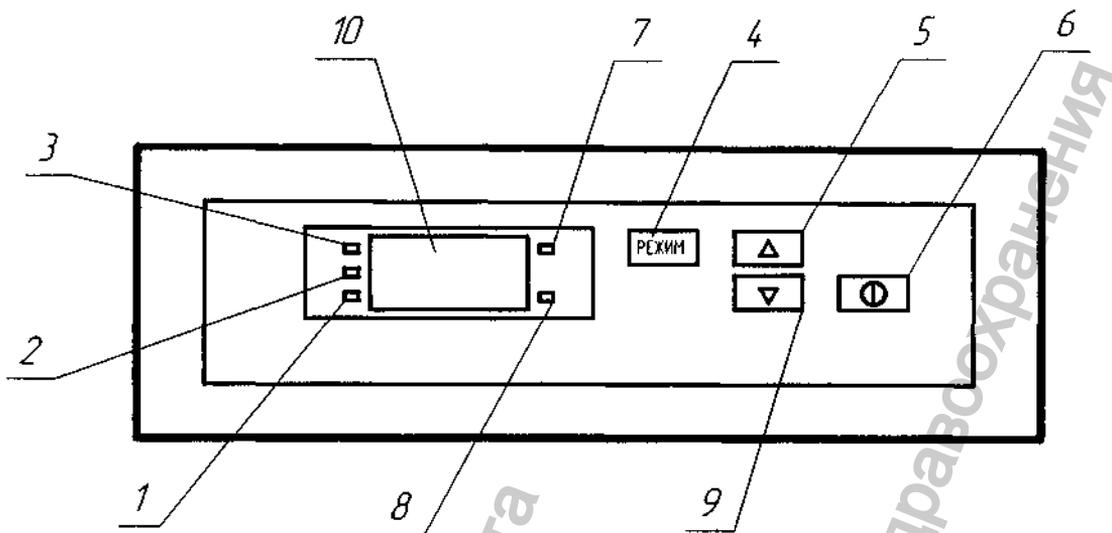
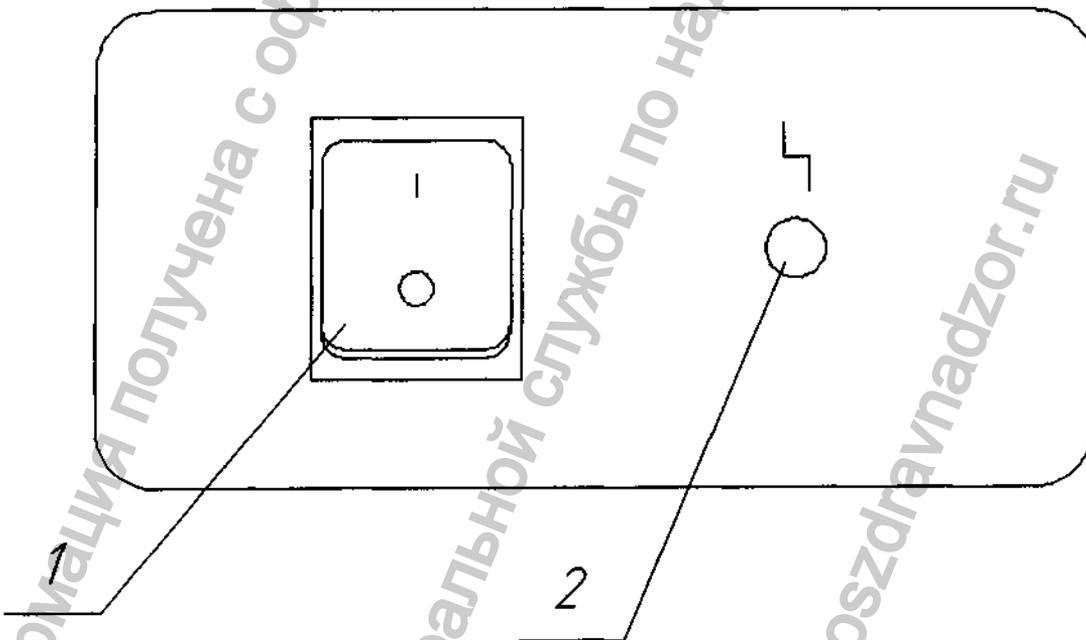

Рисунок 2. Расположение органов управления термостатом на блоке управления
Рисунок 3. Расположение органов управления термостатом на силовой панели.
Блок управления (рис.2) предназначен для автоматического управления процессом термостатирования в термостате.
Силовая панель (рис.3) предназначена для включения и выключения термостата выключателем (поз.1) и индикации аварийного перегрева индикатором (поз.2).
После включения термостата нажатием на клавишу "I" (поз.1, рис. 3), питание подаётся на блок управления и плату процессора. Информационное табло показывает текущую температуру в камере.
Если аварийную ситуацию не устранить вовремя, то при росте температуры до  $85^\circ\text{C}$  сработает датчик-реле температуры, которое отключит напряжение от силовой части термостата и нагрев прекратится. При этом загорится индикатор аварийного выключения термостата (поз. 2, рис. 3). Повторно включить термостат можно только после охлаждения датчика-реле температуры.
2.3.2. Нажать на клавишу "I" (поз.1, рис.3). На блоке управления загорится дисплей информационного табло (поз.10, рис.2), показывающий текущую температуру в рабочей камере.
Нажать на поле "I" (поз.6, рис. 2), при этом включится вентилятор принудительной циркуляции воздуха внутри рабочей камеры. Информационное табло показывает изменение температуры.
2.3.4. При достижении температуры заданного режима включается светодиодный индикатор "ТЕРМОСТАТИРОВАНИЕ" (поз.3, рис. 2), а на информационном табло попеременно отображаются температура в камере и время работы в выбранном режиме. При необходимости процесс можно прервать, нажав на поле "i" (поз.6,рис.2) на блоке управления и удерживая в течение 3 секунд.
2. При аварийном росте температуры до  $+85^{\circ}\text{C}$ , срабатывает датчик-реле температуры, и произойдет автоматическое выключение силовой части термостата. При этом загорится индикатор аварийного выключения термостата (поз. 2, рис.3).
2.3.6. По окончании работы термостат выключить нажатием на клавишу "O" (поз.1, рис.3).